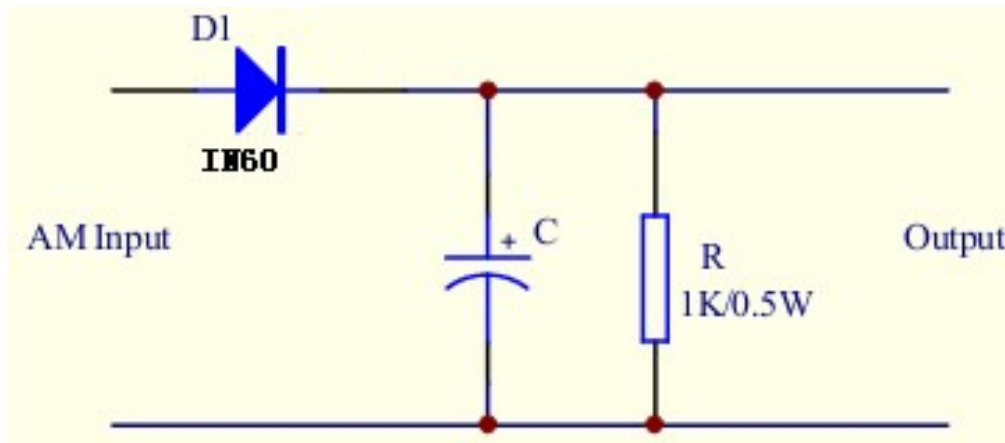

图 3-1 二极管和 RC 低通滤波器实现包络检波的硬件电路原理图
- 2、二极管和 RC 低通滤波器实现包络检波的硬件电路的原理图如下图 3-1 所示。
（1）按图 3-1 在实验箱上搭接实现二极管和 RC 低通滤波器的包络检波电路，图中的电容分别取 10uF、1uF 和 0.1uF，本实验无需打开实验箱上的电源。
（2）取一支简易示波器探头，其 BNC 接口接三通的另一输出端，探头的红色夹子夹在图 3-1 中二极管 1N60 的正极，黑色夹子夹在图 3-1 中滤波用的电解电容的负极，将 AM 波加在检波电路的输入端。
（3）取另一支简易示波器探头，其 BNC 接口接示波器的 CH2 接口，探头的红色夹子夹在图 2-1 中滤波用的电解电容的正极，黑色夹子也夹在图 3-1 中滤波用的电解电容的负极。
（6）将图 3-1 中电容 C 为 0.1uF、1uF 和 10uF 时的检波波形在数字示波器上调节显示，由实验教师检查确认。（可参考仿真）